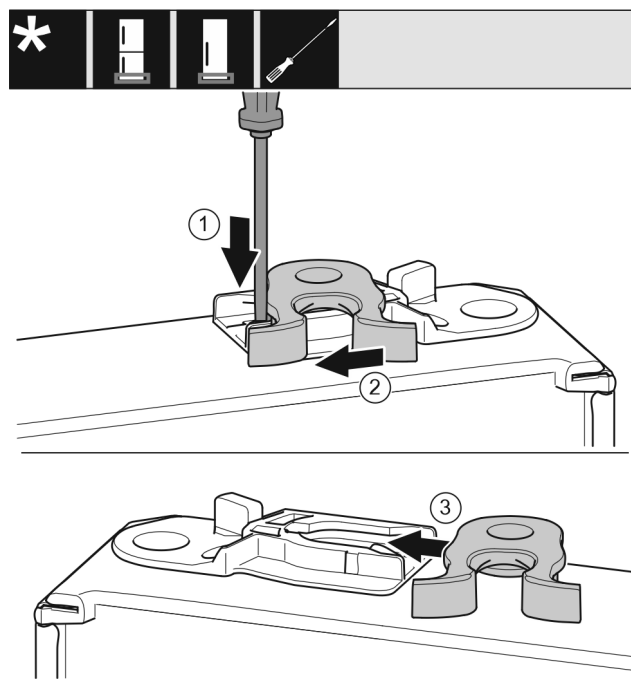

Fig. 39 *
- Plochým skrutkovačom zatlačte sponu Fig. 39 (1) nadol.*
- Vytiahnite zatvárací hák Fig. 39 (2) z vedenia.*
- Zasuňte zatvárací hák Fig. 39 (3) na druhej strane do vedenia.*